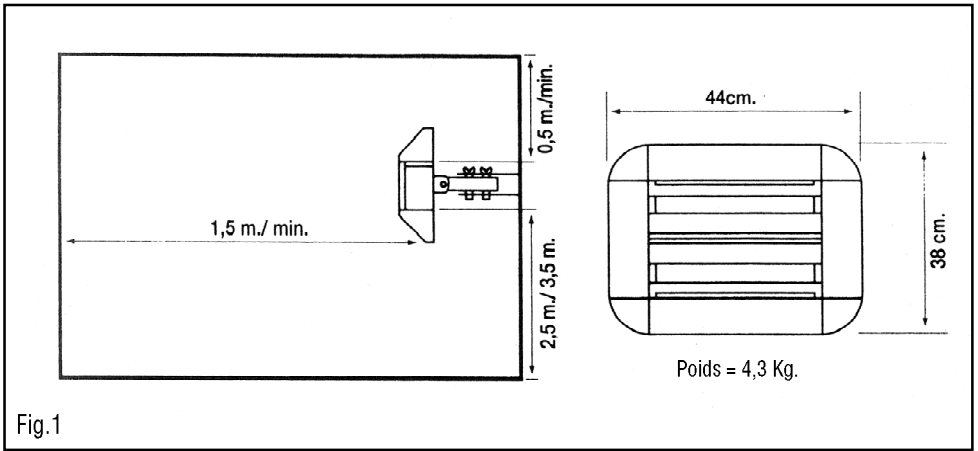

Fig.1
- Respecter les distances minimales para rapport au plafond et au sol ainsi qu'au mur situé face au radiateur (fig.1).